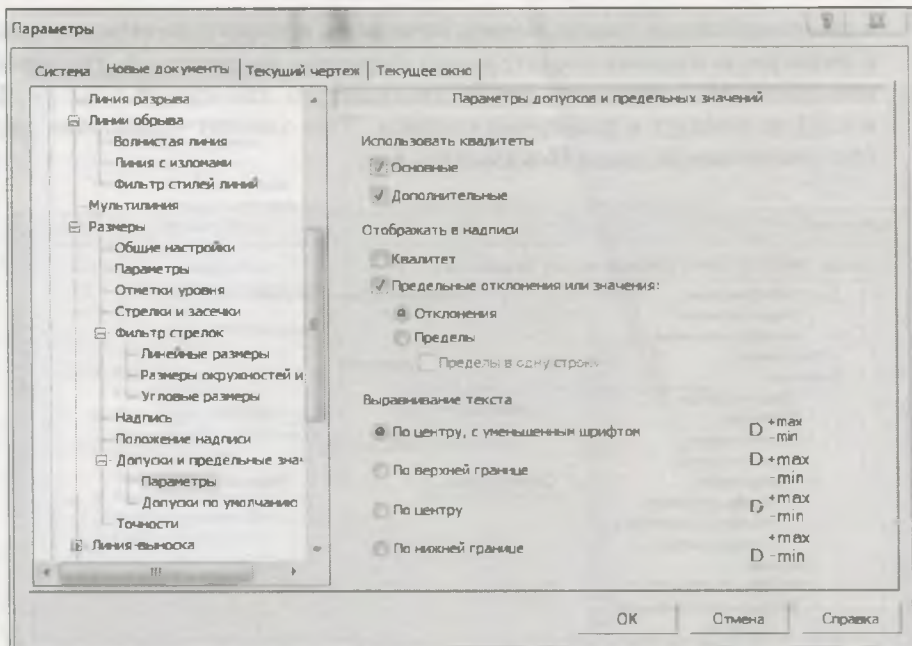

Рис. 17.21. Диалоговое окно Параметры с открытой панелью Параметры допусков и предельных значений
- щелкните ЛК мыши по пункту **Параметры** — в правой части откроется панель **Параметры допусков и предельных значений** (рис. 17.21). Вспомните ЕСКД и *урок 12*. При необходимости вы можете включить нужные опции, поставив соответствующие флажки;